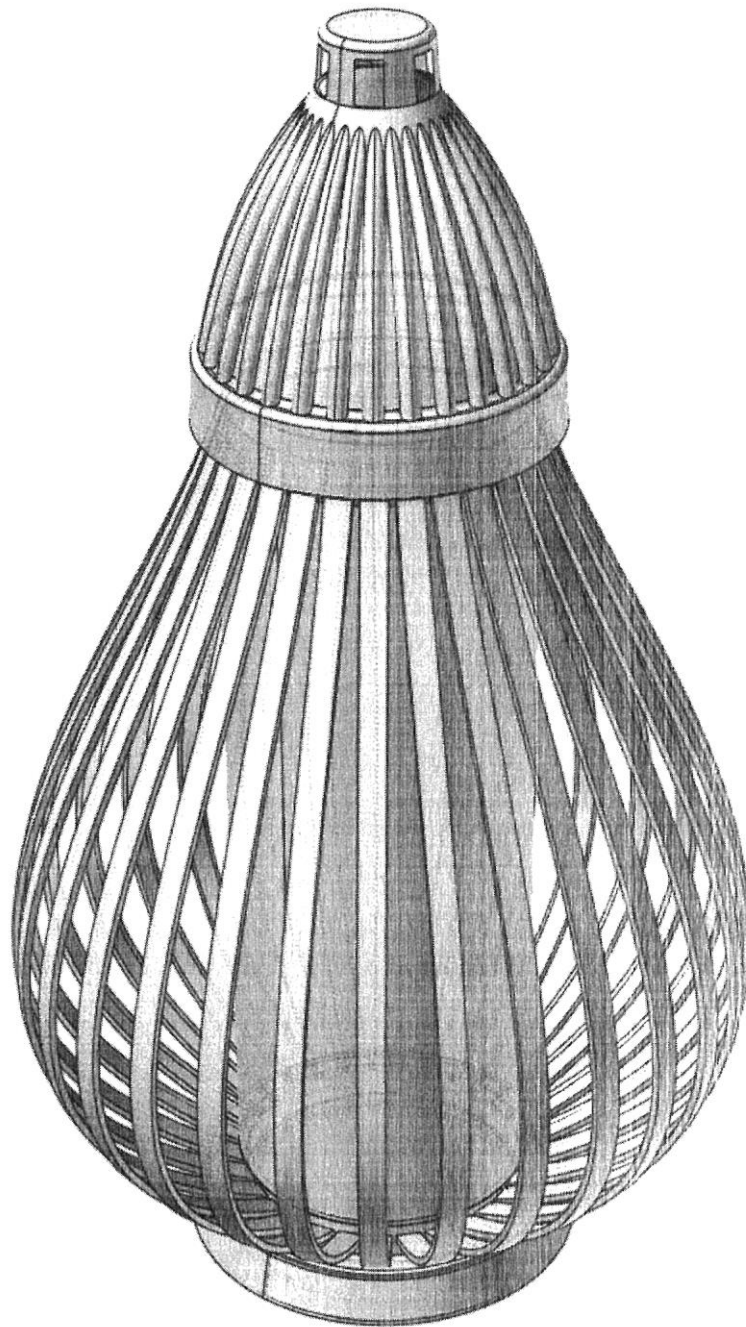

fig. B4
- osłonie klosza przekrój prostokątny ilustracja fig. B4